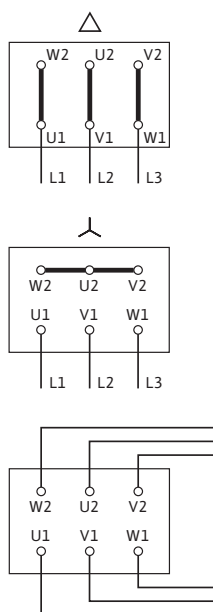

Fig. 17: Alimentazione di rete
Lo schema dell'allacciamento elettrico è riportato sul copertura della morsettiera (vedi anche Fig. 17).
- L'alimentazione di rete dipende dalla potenza motore P_2 , dalla tensione di rete e dal tipo di connessione. Per il collegamento necessario ai ponti di connessione nella morsettiera consultare l'elenco seguente "Tab. 4: Assegnazione dei morsetti" a pagina 45 e la Fig. 17/.